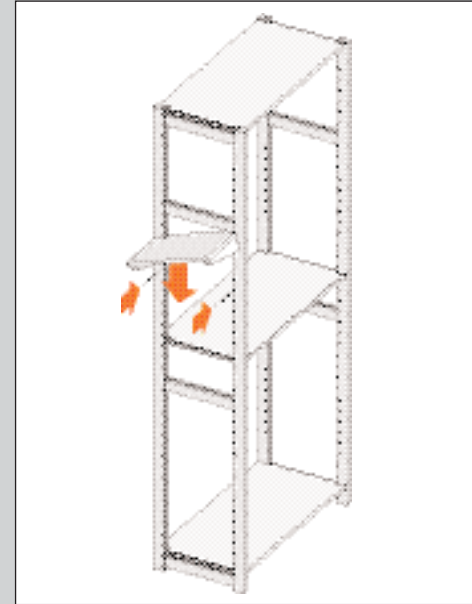

ABBILDUNG 70
- Legen Sie den Konsolboden auf die Tragstifte zwischen dem Ständer (siehe Abb. 70).